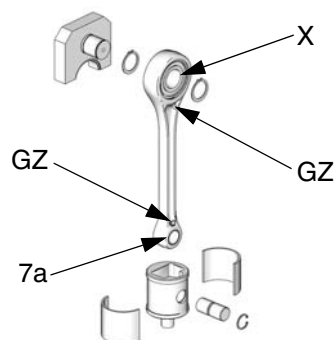

FIG. 9. Lubrique el cojinete del pasador de muñón cada 6 meses
Vea la FIG. 9. Cada 6 meses, lubrique el cojinete del pasador de muñón (7a) en la varilla de conexión con 1 disparo (1 cm³) de grasa 107411 o equivalente, usando la graseira Zerk (GZ). Sustituya los dos cojinetes de muñón anualmente. Pida el Kit de repuesto de muñones de pistón 255216. Lubrique el cojinete del pasador de manivela (X) anualmente, usando la graseira Zerk (GZ).